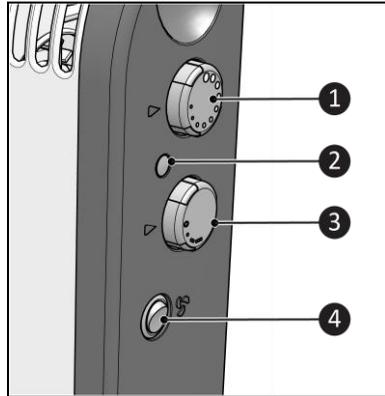

Abbildung 8
1. Drehen Sie den Einschaltknopf (Abbildung 8, Pos. 3) in die gewünschte Position:
2. Drehen Sie den Thermostatknopf (Abbildung 8, Pos. 1) auf das Maximum. Die Kontrollleuchte (Abbildung 8, Pos. 2) leuchtet auf.
3. Wenn der Raum die gewünschte Temperatur erreicht hat, drehen Sie den Thermostatknopf (Abbildung 8, Pos. 1) langsam gegen den Uhrzeigersinn, bis Sie ein Klicken hören. Der Thermostat behält die aktuelle Temperatur bei, indem er die Heizung ein- und ausschaltet.
4. Schalten Sie für eine schnellere und bessere Wärmeverteilung den Ventilator ein (Abbildung 8, Pos. 4).
5. Drehen Sie bei Bedarf den Einschaltknopf (Abbildung 8, Pos. 3) für eine höhere oder niedrigere Leistung.
6. Drehen Sie ggf. den Thermostatknopf (Abbildung 8, Pos. 1) für eine höhere oder niedrigere Temperatur.
1. Stellen Sie den Thermostatknopf (Abbildung 8, Pos. 1) auf seine maximale Position.
2. Lassen Sie den Einschaltknopf (Abbildung 8, Pos. 3) auf AUS.
3. Schalten Sie den Ventilator ein (Abbildung 8, Pos. 4).
1. Stellen Sie sicher, dass sich der Einschaltknopf in der Position AUS befindet (Abbildung 8, Pos. 3).
2. Stellen Sie sicher, dass sich der Ventilatorschalter in der AUS-Position (O) befindet (Abbildung 8, Pos. 4).